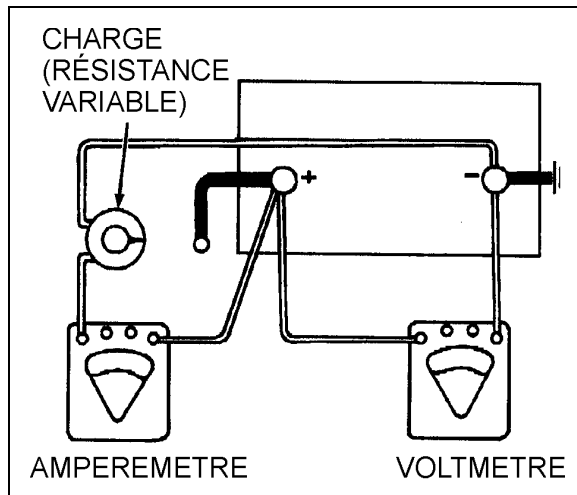

FIGURE 29 : ESSAI DE CHARGE
1. Relier un voltmètre, un ampèremètre et une résistance de charge variable comme illustré à la Figure 29.